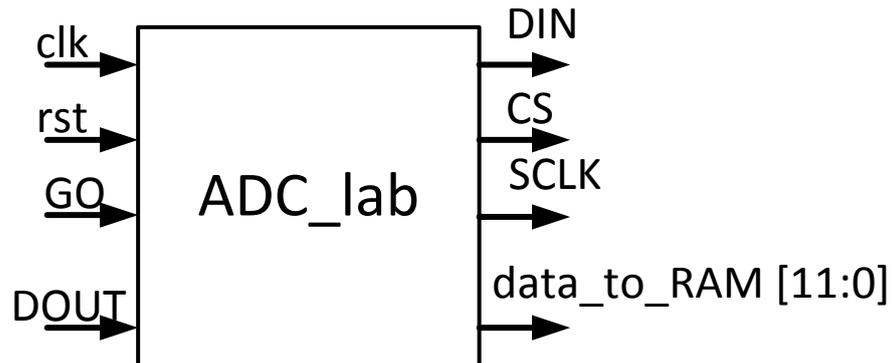

Рисунок 7.5 – Входы и выходы для управления АЦП
2) Обозначить следующие входы и выходы для программы, рисунок 7.5: